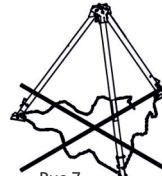

Рис.7
7. Зафиксируйте опоры треноги цепью во избежание случайного скольжения. Она должна быть хорошо натянута - исключите лишний провис. (рис.7 и 8)